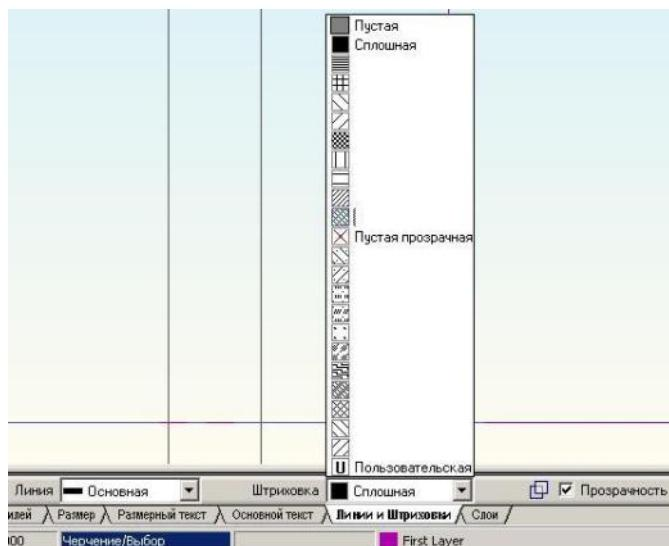

Рисунок 2. Выбор типа штриховки и переключение прозрачности
- В строке состояния (рис. 2) во вкладке "Штриховка" нажмите  и выберите тип штриховки, во вкладке "Линия" нажмите  и выберите тип "Основная линия". Выключите переключатель прозрачности.
Любая штриховка в ADEM CAD может быть прозрачной или непрозрачной. Флажок переключения прозрачности  "Прозрачность" находится в строке состояния (рис.2). При установленном флажке "Переключение прозрачности" все строящиеся замкнутые контуры будут прозрачными.